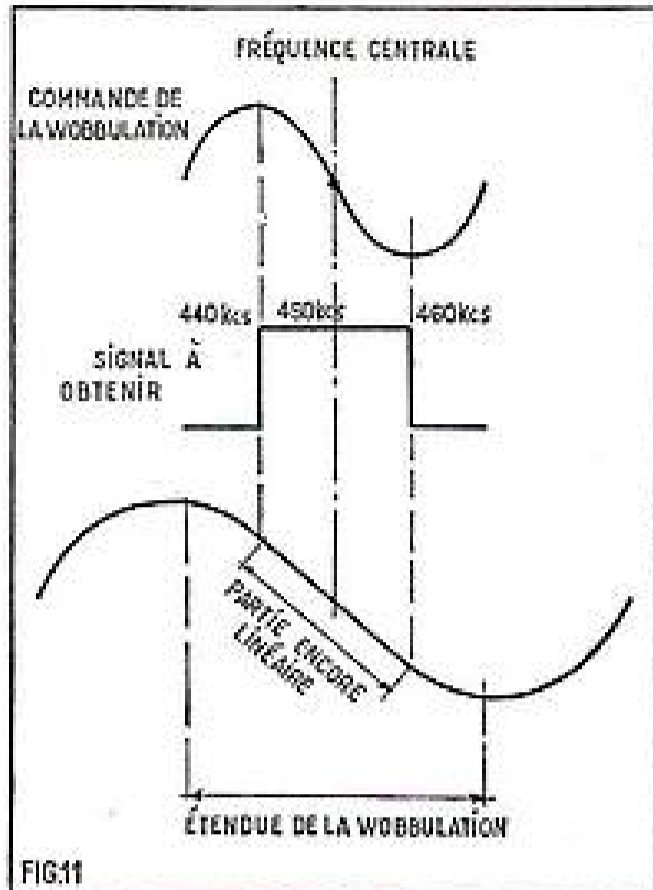

FIG.11
Voilà donc pour le principe qui montre bien, au moins, que les trois systèmes décrits utilisent, comme bien d'autres d'ailleurs, le secteur électrique comme source proprement dite de la wobblelation, mais c'est une partie seulement de la sinusoïde qui servira directement à la variation de la fréquence. Cette sinusoïde comporte (fig. 11), comme toute autres sinusoïde,
14. — La forme en S que l'on cherche à obtenir dans l'alignement de la FM ressemble encore à la sinusoïde de la figure 11 ; en b, dispositif pratique pour l'observation de ce signal : le wobulateur se trouve à gauche de la détection et son emplacement exact dépend de la sensibilité de l'amplificateur.
duire, soit 75 000 périodes (fig. 11). La porteuse elle-même se situera dans cette FM encore à zéro volt, et elle se placera au centre de la bande passante totale. Pour obtenir une reproduction sonore impeccable, ce qui est bien le but de la FM, il faudra donc respecter avant tout la linéarité de la partie de la courbe de réponse, située entre + 75 kHz et - 75 Hz, et c'est cette exigence qui donne lieu à la fameuse courbe en S (fig. 14 a) qui n'est rien autre, comme nous le comprenons maintenant parfaitement, que la partie centrale d'une sinusoïde (voir aussi fig. 11).